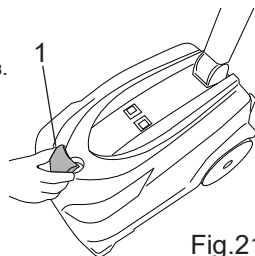

Fig.21
- Снимите пробку бака раствора (рис. 21 - поз.1).